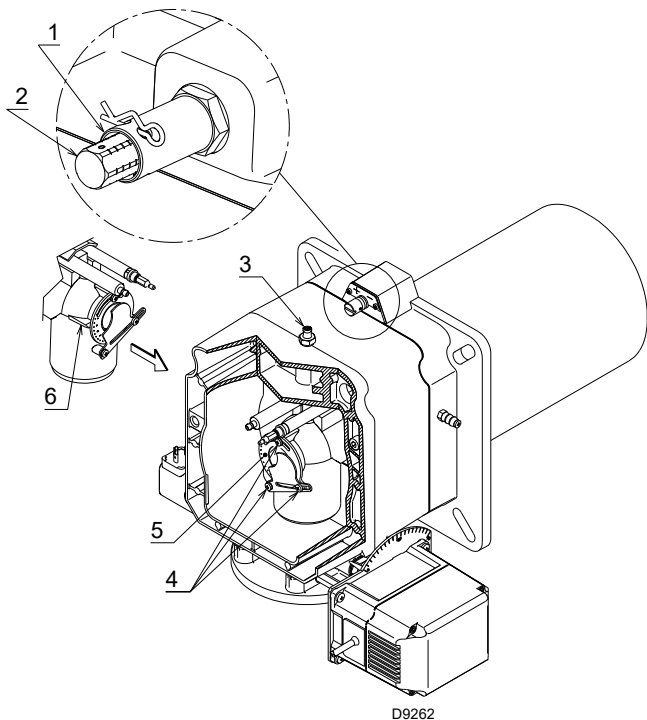

Fig. 18
► Tourner la vis 2)(Fig. 18) jusqu'à ce que l'encoche corresponde avec le plan avant 1) de la bride.
Pour en faciliter le réglage, desserrer la vis 3)(Fig. 18), régler puis bloquer.